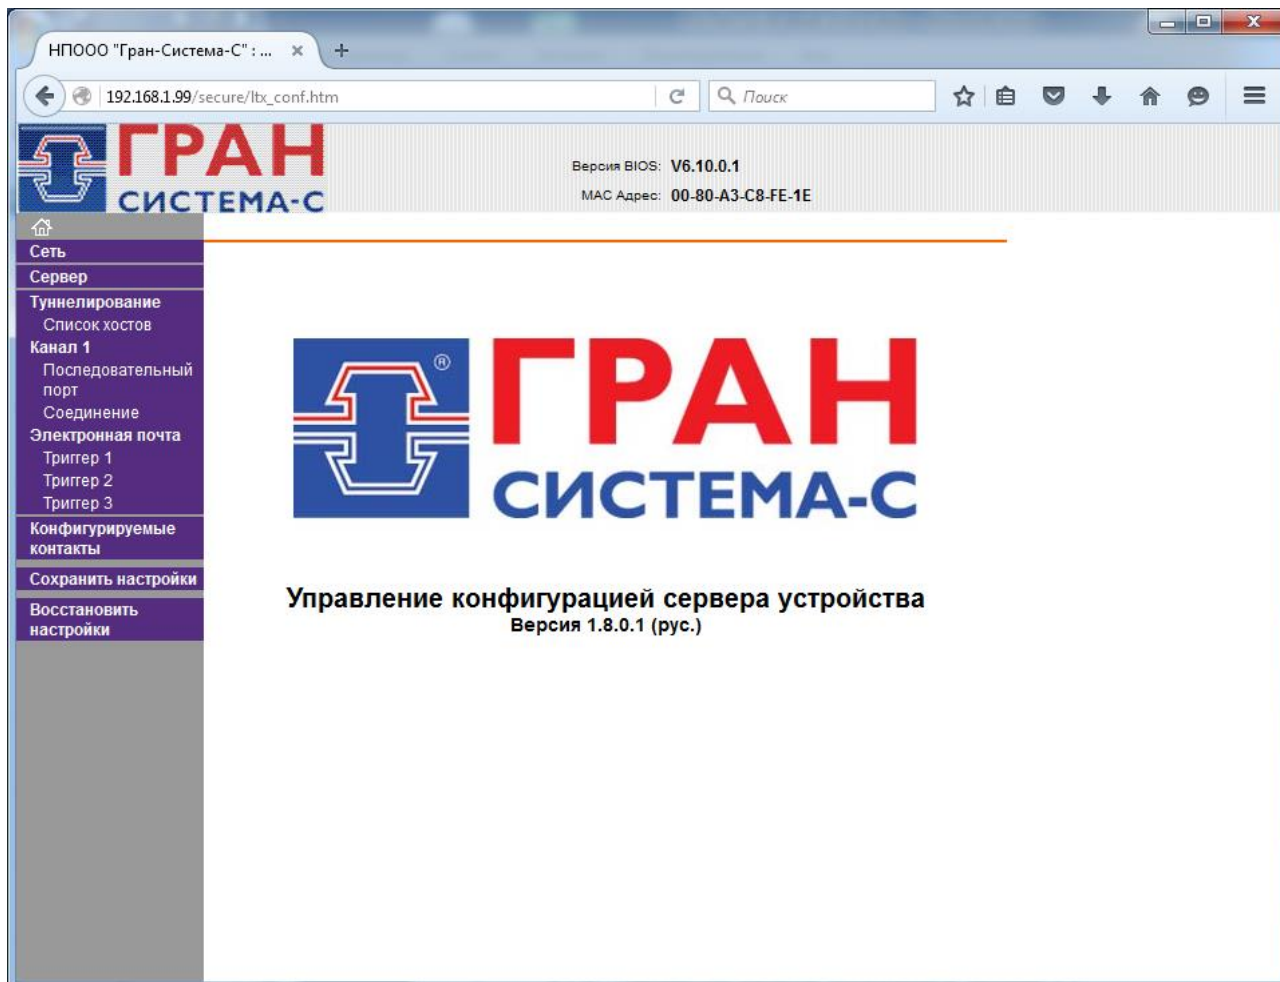

Рисунок 3.3 – Главное меню программы параметризации
3.1.5 На мониторе откроется диалоговое окно программы параметризации (рисунок 3.3).